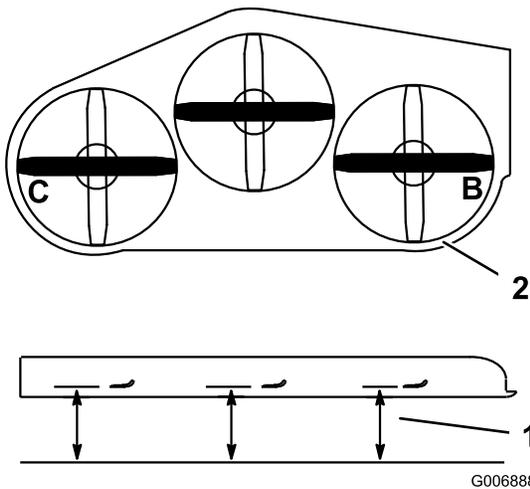

Figure 103
1. Tournez la lame **droite** latéralement (Figure 103).
2. Mesurez la distance au point **B** entre la surface plane et le tranchant de la pointe de la lame droite (Figure 103).
4. Tournez la lame gauche latéralement (Figure 103).
5. Mesurez la distance au point **C** entre la surface plane et le tranchant de la pointe de la lame gauche (Figure 103).